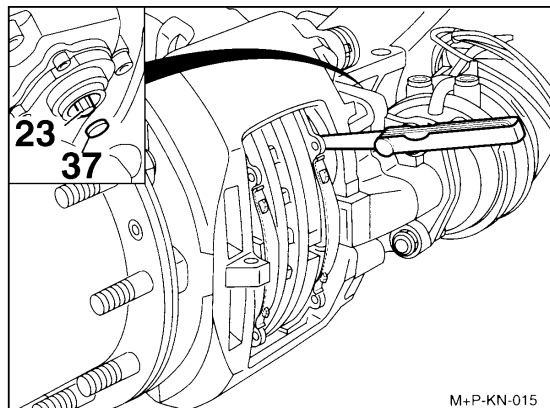

FIGURE 12: JEU
- a. Glisser une jauge d'épaisseur (0.7 mm d'épaisseur) (0.028 po) entre le poussoir et la plaquette des garnitures. Tourner le pignon du mécanisme de réglage dans le sens horaire jusqu'à l'obtention d'un jeu de 0.7 mm (fig. 12). Remettre en place le capuchon (37) (Prévoist #641313).
- b. Le frein est équipé d'un mécanisme de réglage automatique lequel assure un jeu constant entre le disque et les garnitures de frein. La connexion mécanique avec le levier permet au mécanisme de réglage (23) de fonctionner à chaque application des freins. L'usure du disque ou des garnitures de frein augmente le jeu, le mécanisme de réglage (23) et le dispositif de rotation tournent les tubes filetés de la valeur nécessaire pour compenser l'usure. Le jeu total doit se situer entre 0.5 et 0.9 mm (0.020 et 0.035 po). Des jeux plus faibles peuvent entraîner la surchauffe.